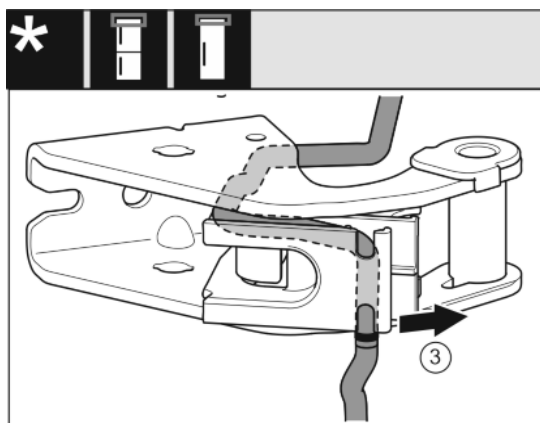

*Fig. 22*
- ▶ Vegye ki a vezetékét a vezetősínből. *Fig. 22 (3)*